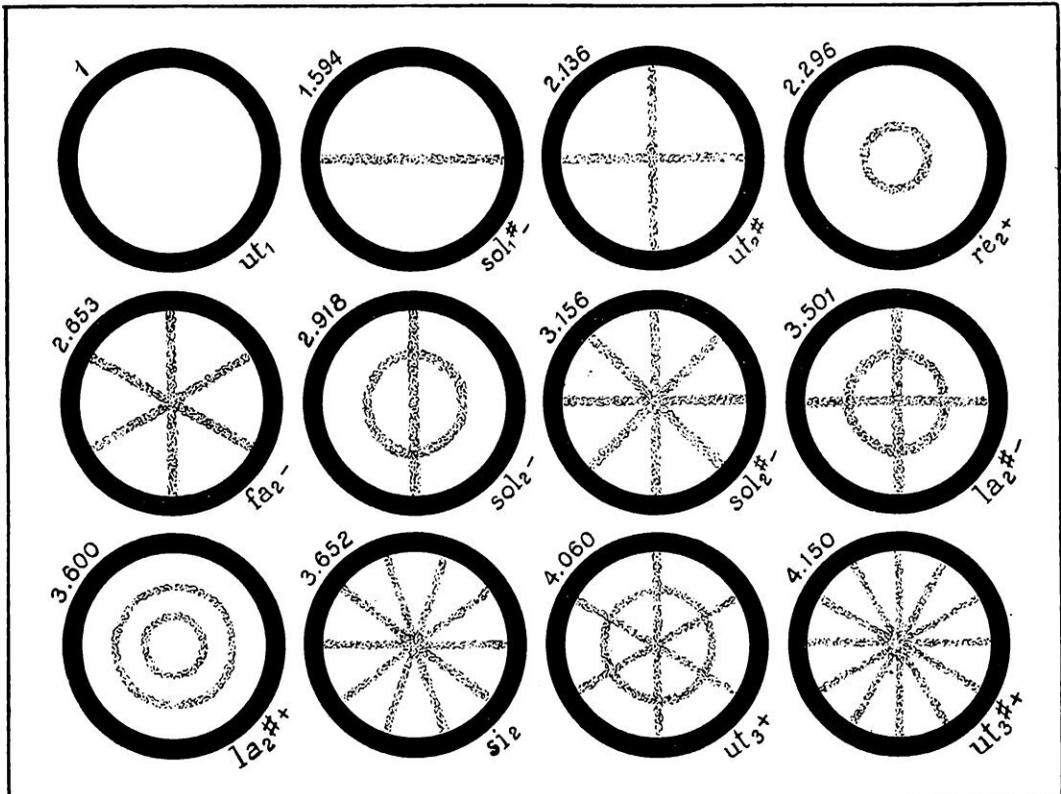

FIG. 11. — FIGURES NODALES DE MEMBRANES CIRCULAIRES, D'APRÈS LES EXPÉRIENCES DE SAVART, BOURGET ET BERNARD (« ANNALES DE PHYSIQUE ET DE CHIMIE, 1860 »)
les vibrations des membranes circulaires révèlent l'existence de diamètres et de cercles nodaux. Ces membranes étaient de simples feuilles de papier collées sur un cadre annulaire par leurs bords. Les figures obtenues (fig.11) (1) permettent de remarquer que, plus les sons deviennent aigus, plus le nombre des diamètres et des cercles nodaux augmente. Ces figures ont été obtenues en utilisant de la poudre de lycopode ou du sable fin, dont on saupoudrait les membranes.
tres et de cercles nodaux. Ces membranes étaient de simples feuilles de papier collées sur un cadre annulaire par leurs bords. Les figures obtenues (fig.11) (1) permettent de remarquer que, plus les sons deviennent